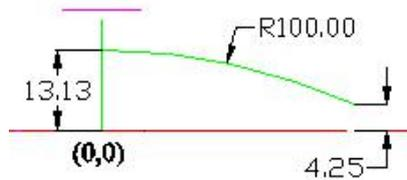

图 3-22 XOZ 平面内圆弧 A5
- 2、绘制圆弧段 A5：采用步骤 C 中的方式，绘制如图 3-22 所示圆心在(0, 0, -86.87)和 X 轴距离为 4.25 的圆弧 A5；